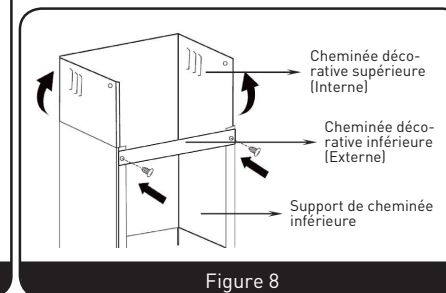

Figure 8
- Le support de cheminée inférieur sert à fixer la cheminée décorative inférieure. Avec 2 vis 4x8 mm, assemblez le support de cheminée décorative inférieure sur la cheminée décorative inférieure. Avant d'assembler le support sur la cheminée, décidez de l'emplacement des trous de fixation du support de cheminée inférieure, puis assemblez-les avec 2 chevilles murales et 2 vis ST4x30 mm. Ne vissez pas les vis excessivement, veillez à ce que la cheminée décorative supérieure puisse bouger afin qu'il soit possible de régler sa hauteur après l'assemblage. (Figure 8)